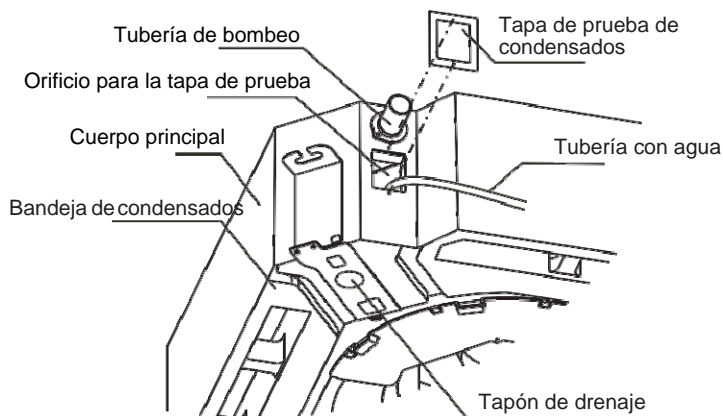

Fig. 5-3
- 1) Extraiga la tapa de pruebas de condensados, cargue 200 mL de agua en la bandeja de condensados por el tubo de carga (vea Fig. 5-3).